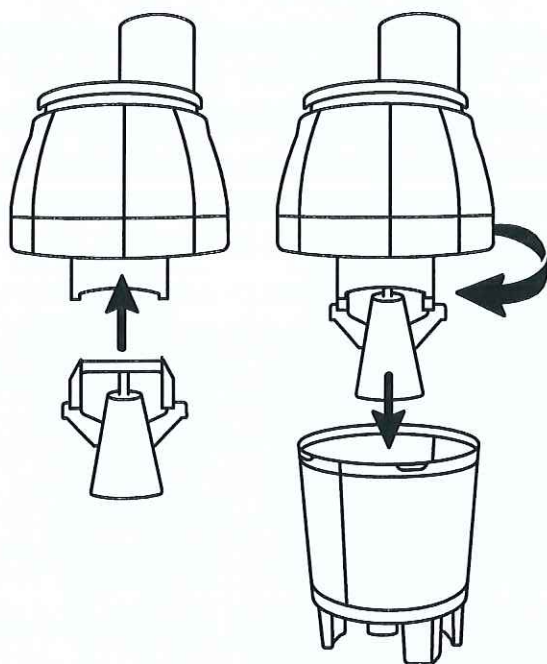
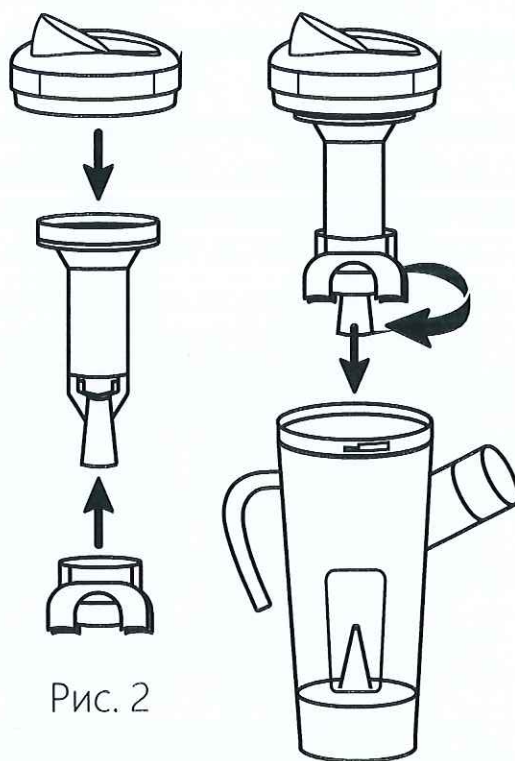

Рис. 1
Рис. 2
1. Подготовьте распылитель. Убедитесь в наличии всех составных частей распылителя (рис. 1 для распылителя **Prolife PNB**, рис. 2 для распылителя **Prolife PNF**).